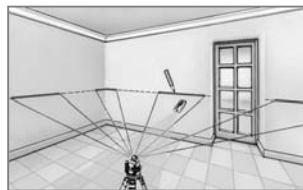

fig. 1
- De mest nøjagtige målinger og afsætninger opnås, når laseren ikke berøres under arbejdet. Brug derfor i videst muligt omfang fjernbetjeningen til at styre laseren (fig. 1).